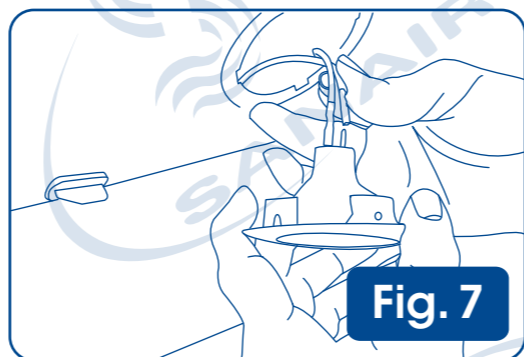

Fig. 7
4. Empuje, saque el chapetón y desconecte los cables del foco. (Fig. 7)